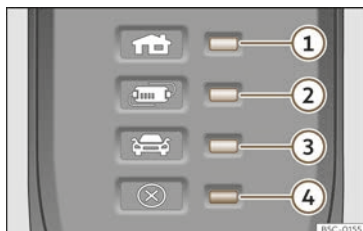

Abb. 69 Am Ladekabel für Netzsteckdosen: Kontrollleuchten in der Schutzeinrichtung.
>>> (Abb. 69):
Durch die elektronische Schutzeinrichtung >>> (Abb. 69) ist der Ladestecker so lange stromlos, bis er in die Ladedose des Fahrzeugs eingesteckt wird.
Eine oder mehrere Kontrollleuchten >>> (Abb. 69) ①, ② oder ③ leuchten grün.
Anzeige >>> (Abb. 69)	Bedeutung
② ④ blinken	Die Schutzeinrichtung hat sich stark erhitzt.
Wenn der Ladevorgang mit einem geringeren Ladestrom fortgesetzt wird, blinkt abgelesen von der Betriebsanzeige die Warnleuchte >>> (Abb. 69) ④ rot.
- Sollte es wieder zu einer Abschaltung oder Verringerung des Ladestroms kommen und die Ursache hierfür nicht mit einer externen Wärmequelle in Verbindung stehen, ist darauf zu achten, welche grüne Kontrollleuchte blinkt >>> (Abb. 69). Zur Überprüfung des Ladekabels ist ein CUPRA-Fachbetrieb oder ein SEAT-Vertragshändler aufzusuchen. Zur Überprüfung der Anschlüsse der Ladeinfrastruktur ist ein Fachunternehmen für Elektroinstallationen aufzusuchen.
Wenn die rote Warnleuchte ④ blinkt oder leuchtet, ohne dass gleichzeitig eine der Kontrollleuchten >>> (Abb. 69) ①, ② oder ③ die Betriebsanzeige dauerhaft leuchtet, liegt eine Störung vor.